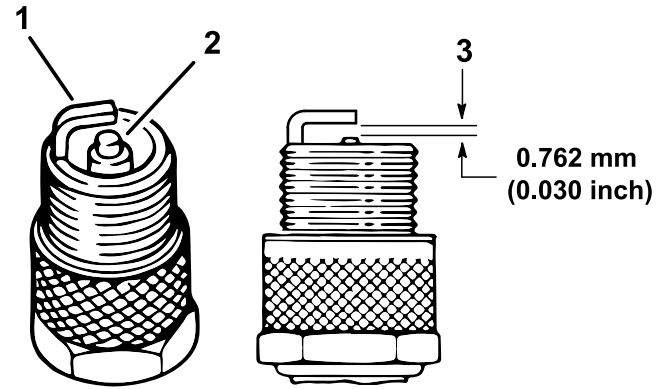

Figure 46
4. Vérifiez l'état des électrodes latérale et centrale, ainsi que de l'isolateur de l'électrode centrale (Figure 46).
5. Réglez l'écartement entre les électrodes centrale et latérale à 0,76 mm, comme montré à la Figure 46.